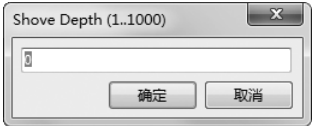

图 8-13 “Shove Depth”对话框
(1) 在进行推挤式布局前，应先设定推挤式布局的深度参数。选择菜单栏中的“工具”→“器件布局”→“设置推挤深度”命令，系统将弹出如图 8-13 所示的“Shove Depth (推挤深度)”对话框。设置完成后单击“确定按钮，关闭该对话框。